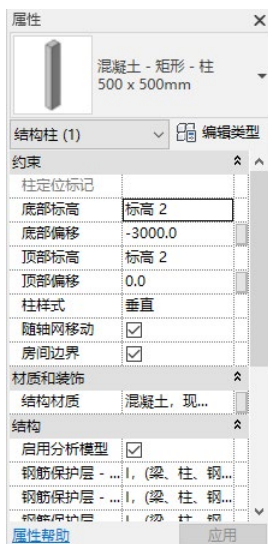

图 5-17 “属性”选项板
(1) 在三维视图中，选择要编辑的垂直结构柱，“属性”选项板如图 5-17 所示。